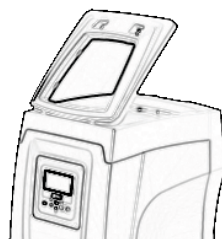

Abbildung 2
- **SEITE A:** Zugangsklappe zum Technikfach. Die Klappe kann entnommen werden, indem 2 Finger in die Gummieingriffe gesteckt werden und die Klappe drückend um die Scharniere auf der Gegenseite der Eingriffe gedreht wird (siehe Abb.2). Um die Klappe wieder in ihre Ausgangsposition zurückzubringen, die Scharniere in ihre Aufnahmestellen bringen und die Klappe bis zum Einrasten schließen.